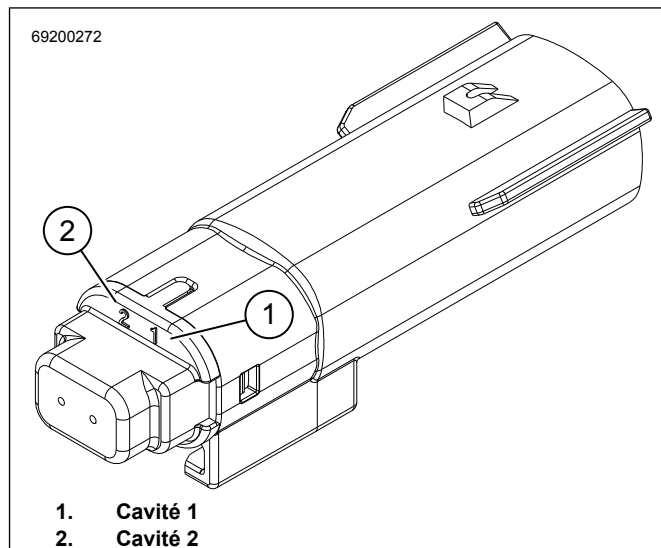

Figure 5. Connecteur 2 broches 69200272
3. Voir la figure 5. Installer les bornes mâle blanches/roses dans la cavité 1 du connecteur [69200272].